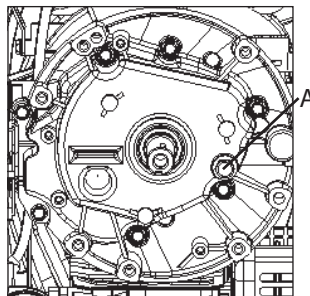

Рис.8.
- Когда двигатель остынет, открутите крышку слива масла А на Рис.8 и слейте масло в подходящее для этого емкость.